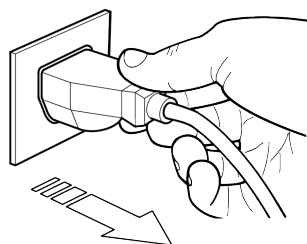
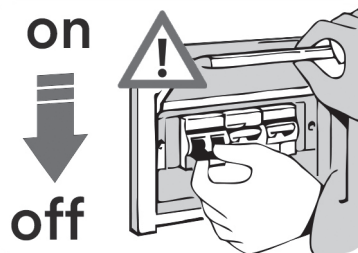

fig. 3
fig. 4
L'apparecchiatura non è dotata a bordo di un sezionatore in grado di togliere contemporaneamente la tensione ai due poli (fase e neutro) dell'alimentazione elettrica. Infatti la pressione del tasto OFF sulla centralina elettronica arresta solo il funzionamento della vetrina, ma non toglie corrente ai componenti elettrici all'interno della vetrina (luci, ventilatori e basetta elettrica). Il sezionamento può avvenire tramite presa a spina (fig.3), ma si consiglia vivamente all'installatore di posizionare sul collegamento elettrico, a monte dell'apparecchiatura, un interruttore onnipolare (fig.4) che garantisca la disconnessione totale della vetrina dalla rete di alimentazione.
La pressione del tasto OFF sulla centralina elettronica arresta il funzionamento della vetrina ma non provoca il sezionamento dell'energia elettrica. Si obbliga quindi, in caso di intervento di manutenzione, di disconnettere completamente la vetrina dalla rete elettrica staccando la spina di alimentazione (fig.3) o agendo sull'interruttore generale installato a monte della vetrina (fig.4).
**In caso di incendio provvedere sempre a disinserire immediatamente l'interruttore generale della linea principale di alimentazione (fig.4).**